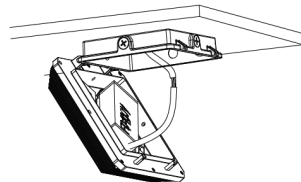

Figure 2-6
6. Connect the wires properly; If the fixture is equipped with sensor, adjust the sensor settings. Take relevant waterproof measures after the wires are connected. Figure 2-6
6. Connectez les fils adéquatement. Si le luminaire est doté de capteurs, en ajuster les réglages. Prenez les mesures de protection contre l'eau appropriées après le branchement des fils. Figure 2-6